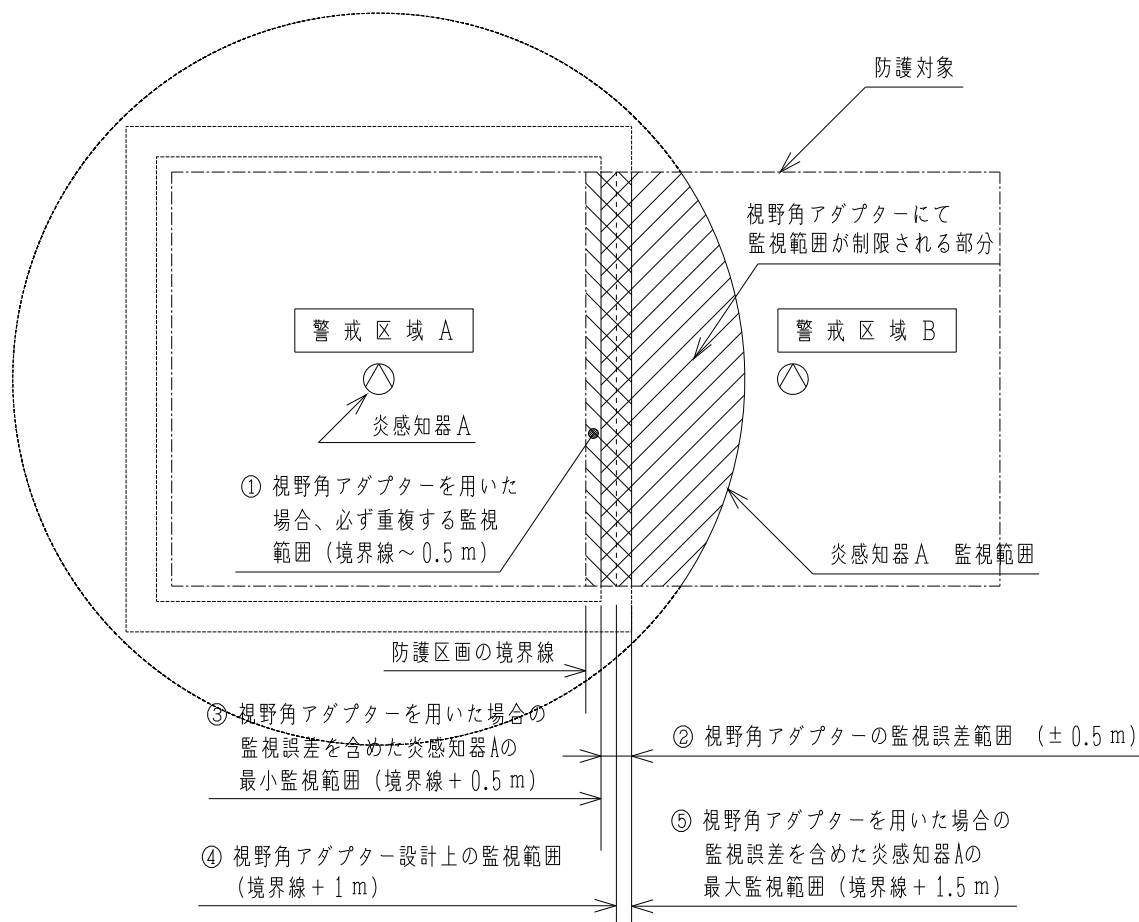

図5. 視野角アダプター適用時の警戒区域の設定方法
(1) 監視範囲の設定
隣接する区画の炎感知器の監視範囲は、0.5m 以上重複させる必要があります（図5 ①参照）。視野角アダプターの監視誤差範囲は±0.5mであり、1mの誤差範囲があるため、監視誤差が-0.5mの場合においても、境界線から隣接する区画側へ0.5mの警戒区域の重複を確保できるように、視野角アダプター設計上（製作上）の監視範囲を境界線から隣接する区画側へ1m重複させます。（図5 ②③④参照）
また監視誤差が+0.5mの場合が、監視誤差を含めた最大監視範囲となり、境界線から隣接する区画側へ1.5mの部分となります。（図5 ⑤参照）